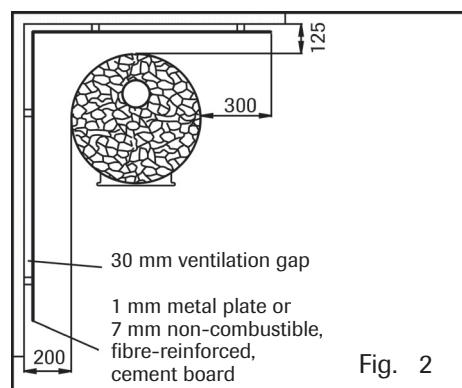

Fig. 2
2. The safety distance mentioned in paragraph 1 can, however, be reduced by half when "light-single" protection is used. Single-light protection of this type can be made of a non-combustible, fibre-reinforced cement board of at least 7 mm thick or of a metal plate of at least 1 mm which has been fastened securely enough to the wall. A ventilation gap of at least 30 mm must be left between the wooden surface to be protected and the safety plate by using piping collars. (Fig. 2)
2. Указанные в пункте 1 расстояния безопасности можно сократить наполовину в случае применения так называемой легкой одинарной изоляции. Такая изоляция может быть выполнена из волокнистого негорючего арматурного цементного листа толщиной не менее 7 мм или из металлического листа толщиной не менее 1 мм. Места крепления изоляции должны располагаться достаточно близко друг к другу. Между листом и изолируемой поверхностью должен оставаться воздушный зазор не менее 30 мм, который достигается, например, за счет применения металлических втулок в качестве промежуточной опоры. (Рисунок 2)